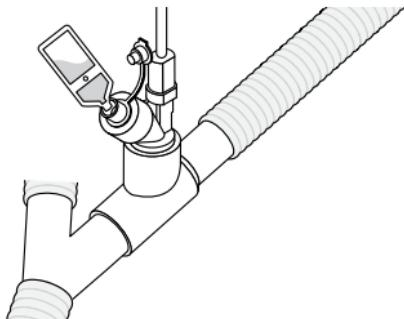

Figure 14. Remplissage du nébuliseur à l'aide d'une ampoule préremplie
2. Ajouter la solution médicamenteuse dans l'orifice de remplissage du nébuliseur à l'aide d'une ampoule préremplie ou d'une seringue (figure 14).